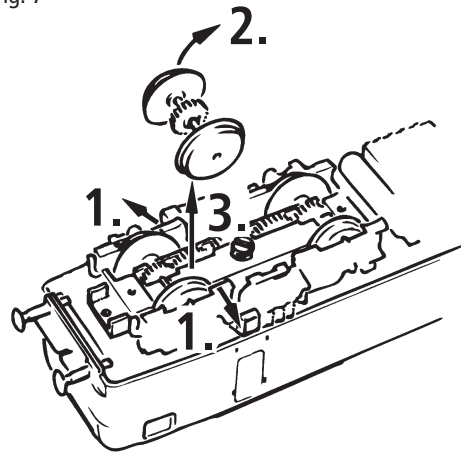

Fig. 9
4. Kohlebürstenwechsel: Lokgehäuse abnehmen (Fig. 3). Danach wird der Motor ausgebaut und die Kohlebürsten ausgewechselt (Fig. 9).
4. Carbon Brush Changing: First remove loco body (fig. 3), and then the motor (fig. 9).
4. Remplacement des balais du moteur: Démontez la caisse (fig. 3). Démontez ensuite le moteur et échangez le balais (fig. 9).